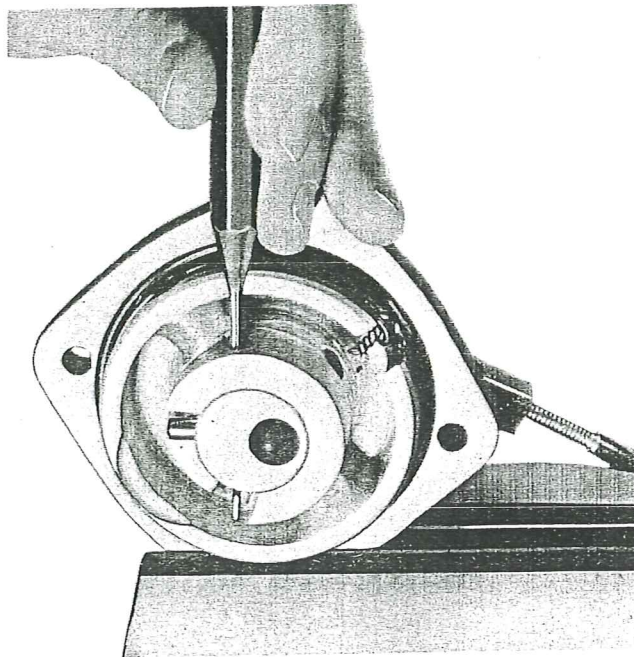

Fig. 12
1. Slå ur spänstiftet (57) se fig. 12 och drag ur pinnen (56). Tag bort låstråden (50), fjäder (53) och kulan (58) samt drag ut excenterkolven (48). Demontera tätningsringen (59).